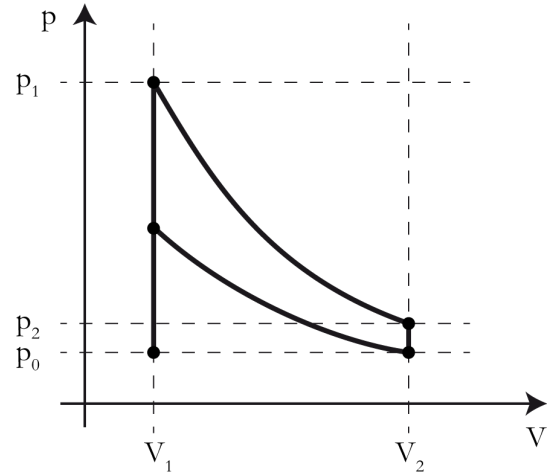

FIGURE 3 – Démarrage du moteur : premier aller-retour du piston. On représente la pression  $p$  dans le cylindre en fonction de son volume  $V$ .
14. Reproduire sur votre copie la figure 3 ci-contre représentant le premier « cycle » du moteur et la compléter : orienter le cycle, donner des noms aux différents points du diagramme  $(P, V)$  et préciser à quelles parties correspondent les différentes phases de fonctionnement du moteur (admission, échappement, remontée et descente du piston).